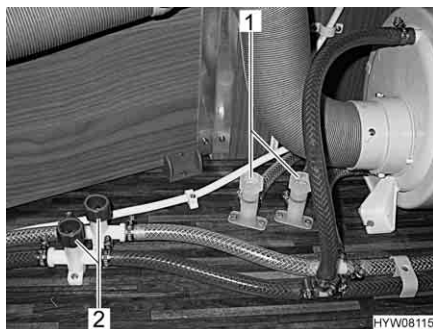

Fig. 77 Rubinetti di scarico per scaldacqua
- Chiudere tutti i rubinetti di scarico. Ruotare i coperchi (Fig. 77,1 e 2) in senso orario.
- Aprire tutti i rubinetti di scarico. A tal fine ruotare i coperchi (Fig. 77,1 e 2) in senso antiorario.